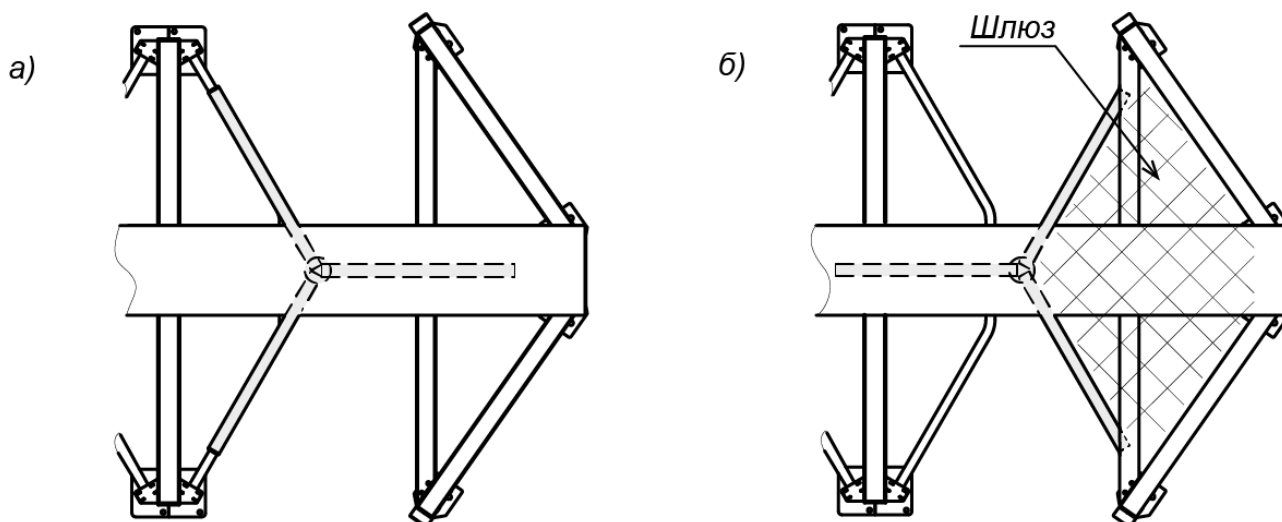

Рисунок 22. Исходное положение створок ИУ турникета (вид сверху):
- Сориентируйте секцию ротора турникета согласно выбранному режиму прохода через турникет (см. разд. 8.5, рис. 22) и с учетом совпадения граней верхнего вала ротора с гранями вала привода.
- **Стандартный** (см. рис. 22а). В исходном состоянии зону прохода перекрывает одна створка. Стандартный режим прохода через ИУ турникета рекомендуется использовать в тех случаях, когда нет особо жестких требований к контролю на пропускном пункте.
- **Шлюзовой**¹ (см. рис. 22б). В исходном состоянии зону прохода перекрывают две створки, образуя шлюз – часть зоны прохода через ИУ турникета, ограниченную секциями (б) формователя прохода и двумя створками. Наличие шлюза дает возможность организации усиленного контроля доступа на объект. Шлюзовой режим прохода особенно эффективен для управления проходом людей на пропускных пунктах режимных предприятий, специальных учреждений и других объектов с особыми требованиями к контролю доступа.
3. Разверните ротор на 180° (рис. 22).